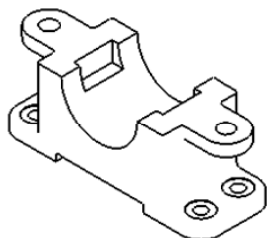

图 4.4.7 切边不可见
Step2. 隐藏切边。在图形区选中视图,选择下拉菜单 **视图(V)** → **显示(Q)** → **切边不可见(R)** 命令,隐藏视图中的切边,如图 4.4.7 所示。